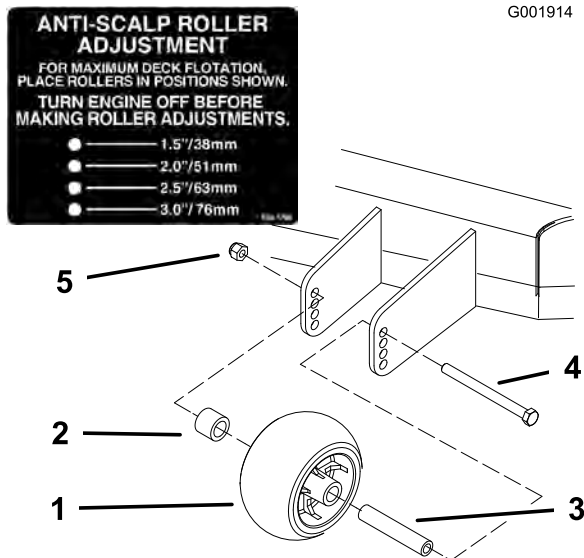
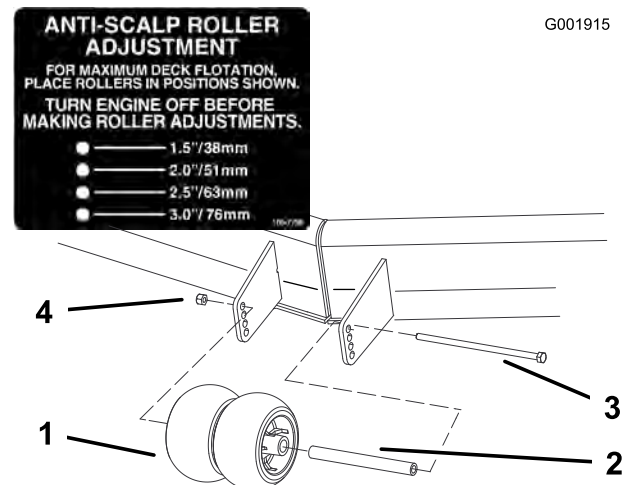

Figure 20
Figure 21
3. Après avoir réglé la hauteur de coupe, réglez les galets en retirant l'écrou à collerette, la bague, l'entretoise et le boulon (Figure 20, Figure 21 et Figure 52).
Remarque: Les deux galets centraux ne sont pas munis d'entretoise (Figure 21).
5. Posez l'écrou à embase, la bague, l'entretoise et le boulon. Serrez à 54–61 Nm (40–45 pi-lb) (Figure 20, Figure 21 et Figure 52).